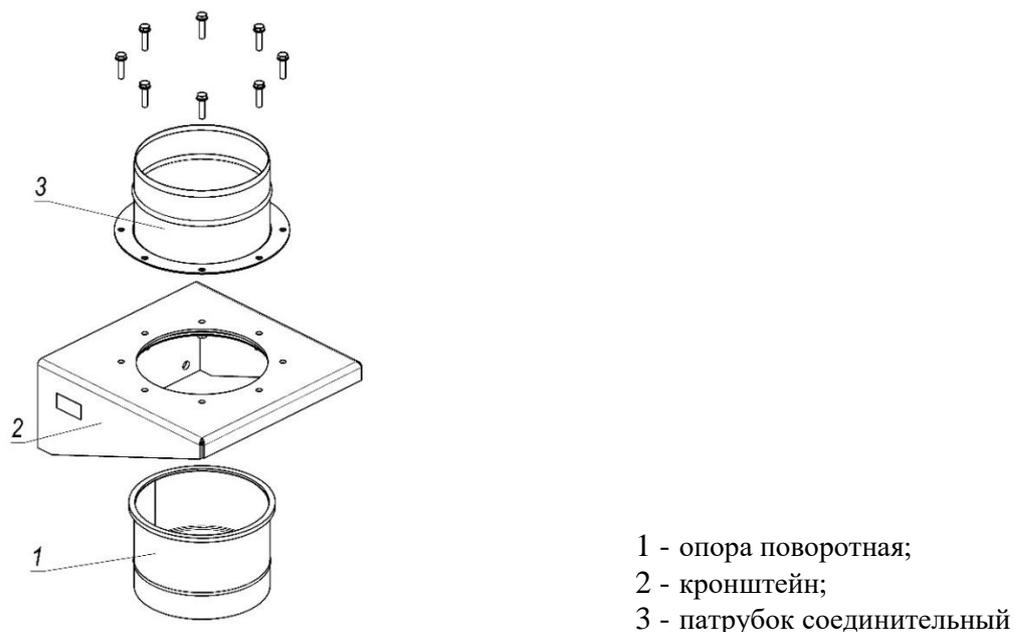

Рисунок 6
5.3.1 Установка устройства на горизонтальной поверхности оборудования выполняется при помощи опоры поворотной. Пред началом монтажа необходимо демонтировать кронштейн с опоры (рисунок 6).